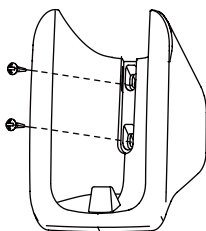

Figura 2.3
1) Utilizzare le viti (negli accessori) per fissare e assicurare il supporto del comando remoto in posizione stabile (si veda Figura 2.3); Fare riferimento a “1. Precauzioni di installazione” per determinare la collocazione.